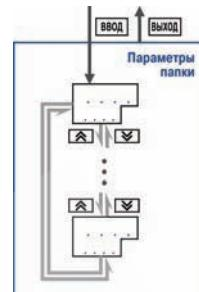

Рис. 9.4. Перемещение между параметрами
- Перемещение между параметрами (см. рис. 9.4) осуществляется кнопками и (циклически в любую сторону).